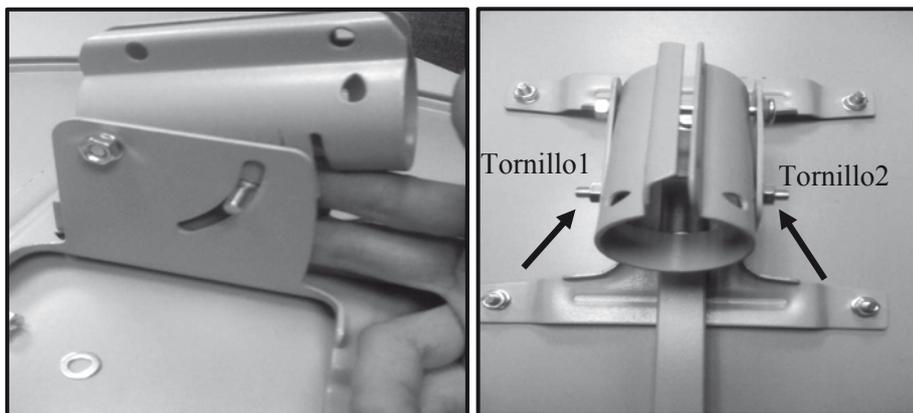

Imagen9. Instalación de Abrazadera.
Colocar dos (2) tornillos de cabeza redonda 1/4*15 en la parte inferior de la abrazadera como se indica en la Imagen 9. Los tornillos se introducen desde la parte interna de la abrazadera con el fin de que la rosca quede hacia afuera.